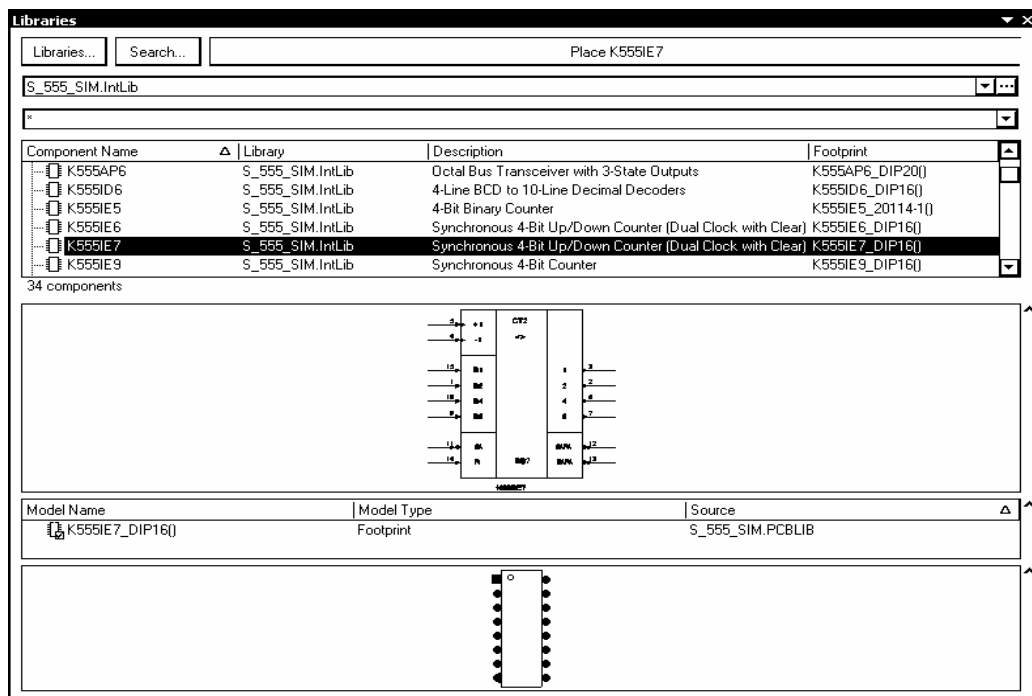
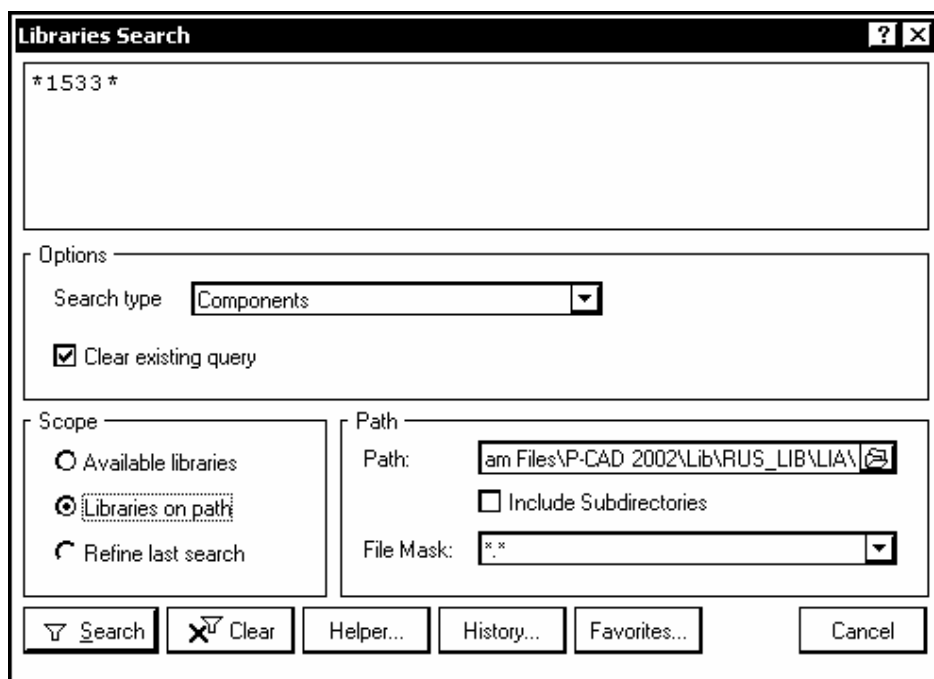

Рис. 3.24
Рис. 3.26
1. Активизировать в главном меню цепочку команд: View>>Workspace Panels>>System>>Libraries, или закладку Libraries на краю рабочего окна программы. Откроется плавающая панель Libraries (рис. 3.24).
1. Активизировать поиск кнопкой Search в панели Libraries (см. рис. 3.24). Откроется диалоговое окно Libraries Search (рис. 3.26).
Результаты поиска отображаются в плавающей панели Libraries, в списке Query Results, а значки найденных компонентов – в поле просмотра. Имя выбранного компонента появляется на кнопке Place в диалоговом окне рис. 3.24. Щелчком на Place компонент, в зависимости от выполняемой стадии